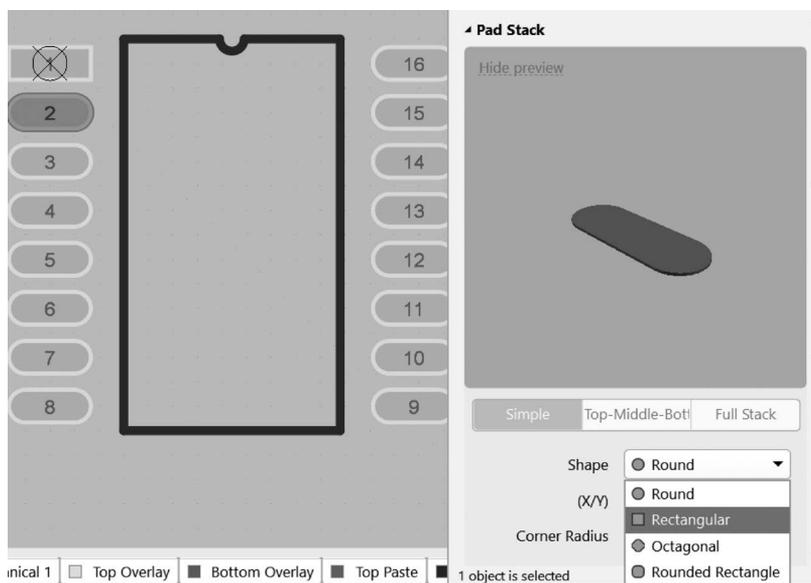

图 3-35 设置焊盘类型
(9) 设置焊盘形状。放置焊盘时按 Tab 键,或者放置焊盘后双击焊盘,打开属性面板,如图 3-35 所示。